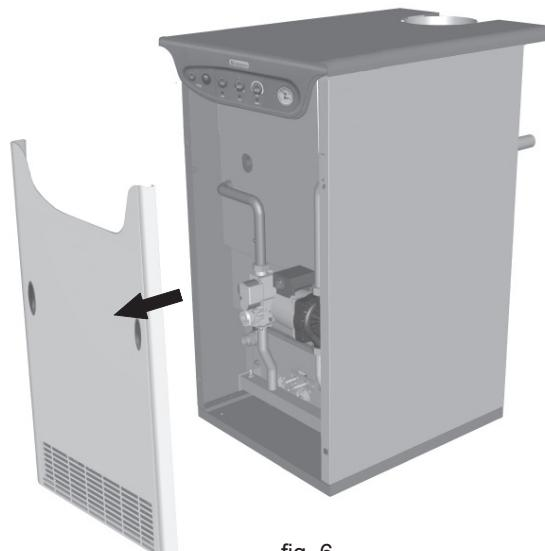

fig. 6
Pentru a deschide panoul din față al centralei, a se vedea modalitatea indicată în fig. 6.
- Să scoateți panoul din față al centralei (fig. 6).